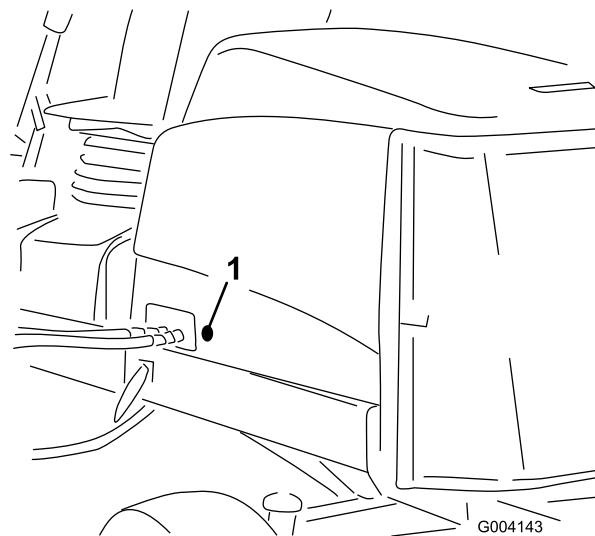

**Figura 14**
A mola de compensação de relva (Figura 14) transfere peso do cilindro dianteiro para o cilindro traseiro. Isto ajuda a reduzir o efeito ondulado na relva, também conhecido como ondulação ou “bobbing”.
1. Certifique-se de que o contrapino do gancho está instalado no orifício traseiro na haste da mola (Figura 14).
2. Aperte as porcas sextavadas na extremidade dianteira da haste da mola até que o comprimento comprimido da mola seja de 12,7 cm nas unidades de corte Reelmaster 5410 de 12,7 cm ou de 15,9 cm nas unidades de corte Reelmaster 5510 de 17,8 cm; consulte a Figura 14.